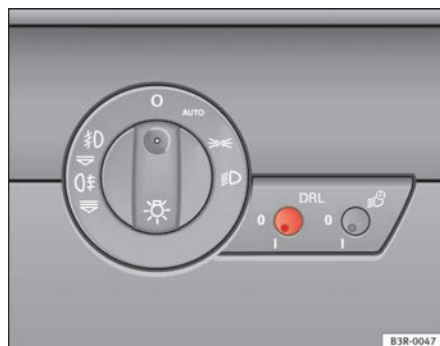

Fig. 88 Conmutador de la luz de marcha diurna
- Pulse brevemente el botón ⇒ **fig. 88** para sacarlo de su posición.